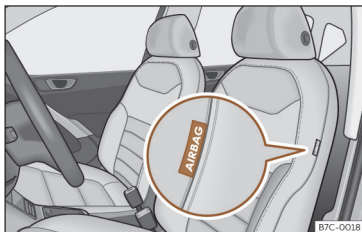
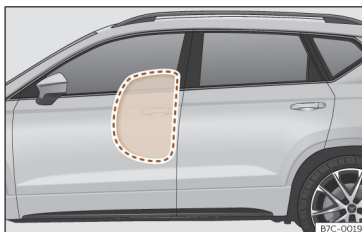

Fig. 27 Airbag lateral no banco do condutor.
Fig. 28 Airbag lateral ativado totalmente no lado esquerdo do veículo.
Os airbags laterais estão localizados nos encostos dos bancos dianteiros >>> **Fig. 27**, >>> **Fig. 28**.
- Assegure-se de que as crianças viajam sentadas corretamente nas suas cadeiras e não colocam a cabeça na zona de insuflação dos airbags laterais >>> **Fig. 28**, uma vez que, se os airbags disparassem, poderiam bater-lhes e causar-lhes lesões graves.